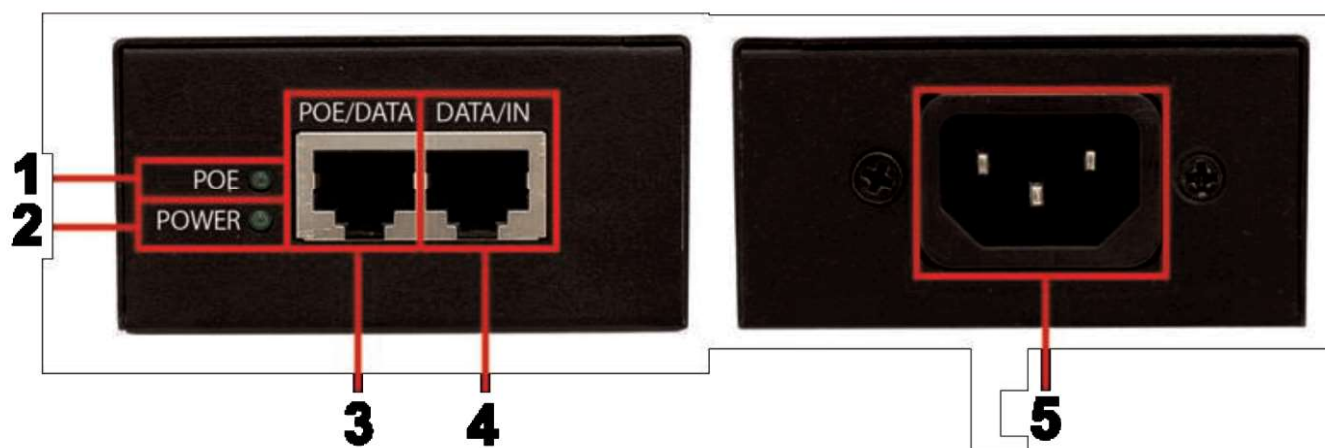

Рис. 2 Midspan-1/902G, разъемы на передней и задней панелях
- ✓ Внимательно выполняйте подключение устройств к соответствующим портам (на корпусе предусмотрено обозначение разъемов, см. рис. 2, таб 3).